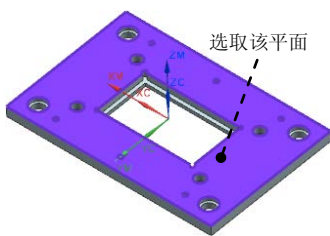

图 11.17 选取面
Step2. 在图形区选取图 11.17 所示的面，单击单击“选择面”对话框的 **确定** 按钮，